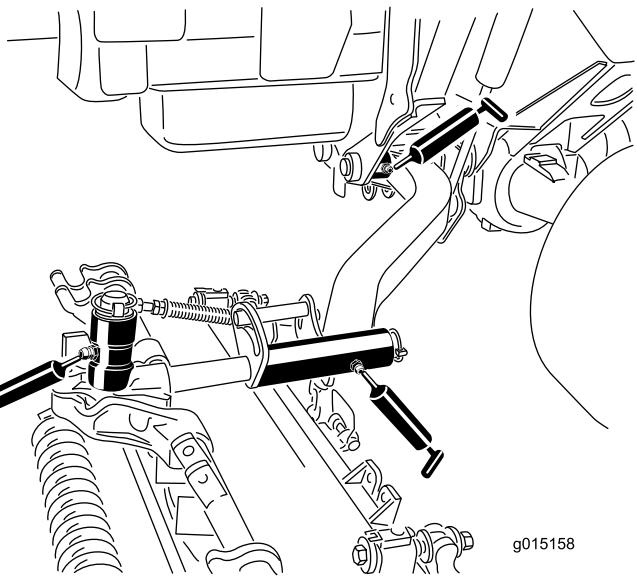

Bild 105
- Hubarm-Drehbüchsen (1 pro Mähwerk), siehe Bild 105
- Mähwerk-Trägerrahmen (2 pro Mähwerk), siehe Bild 105
- Mähwerk-Hubarmgelenk (1 pro Mähwerk), siehe Bild 105